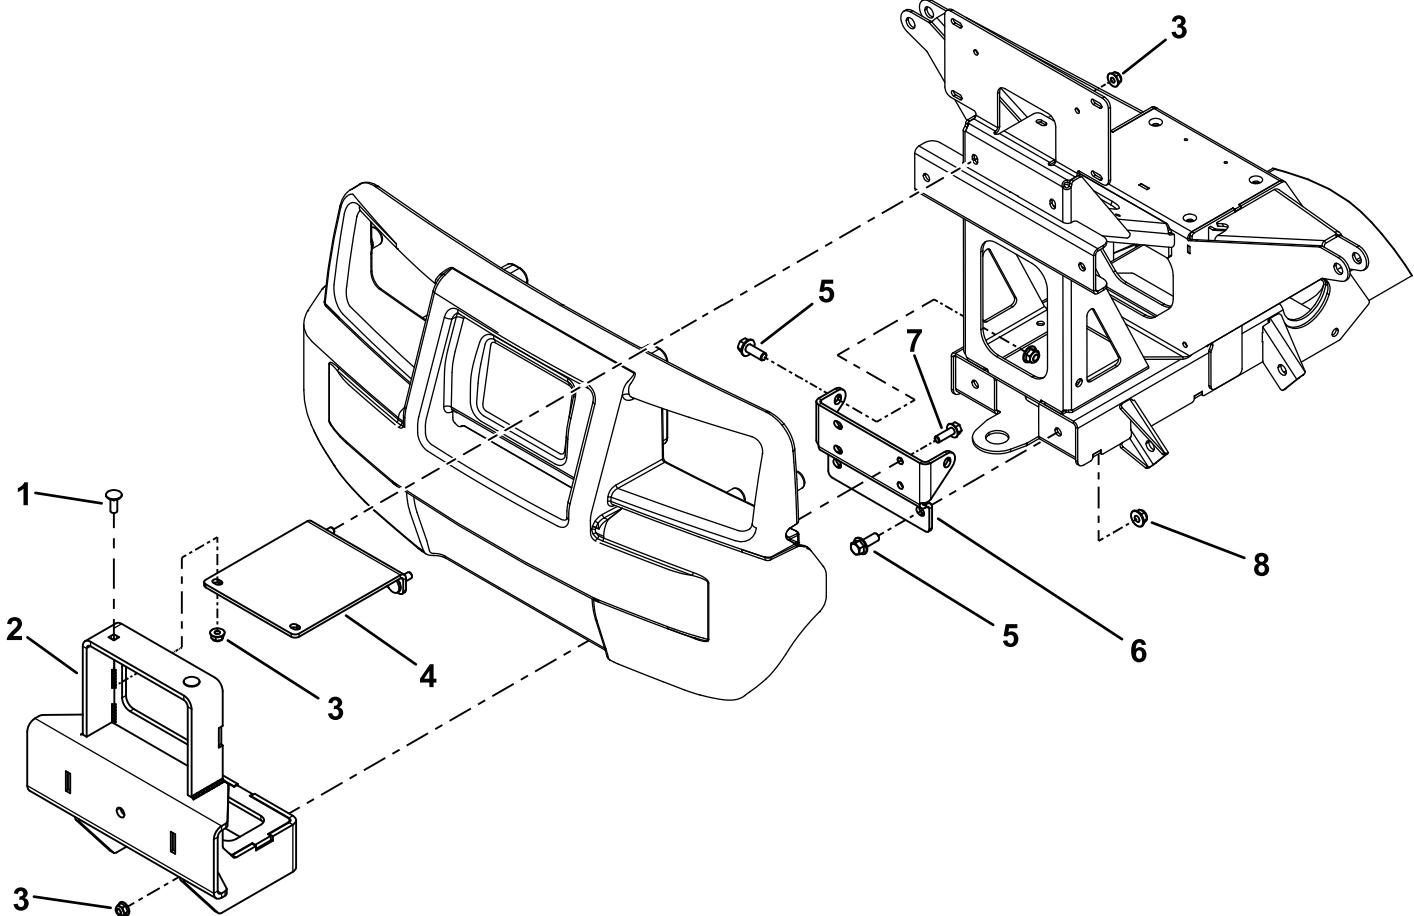

Figura 1
2. Instale o suporte de montagem de proteção de escova curta na estrutura da unidade de tração com quatro parafusos flangeados de cabeça sextavada (3/8 x 1 pol.) e quatro porcas flangeadas (3/8 pol.) como se mostra na Figura 1.
tração (através do para-choques) com duas porcas flangeadas (5/16 pol.) como se mostra na Figura 1.
5. Instale, sem apertar, a montagem do apanha bolas no suporte de montagem de proteção de escova curta com dois parafusos de carroçaria (5/16 x 7/8 pol.) e duas porcas flangeadas (5/16 pol.) como se mostra na Figura 1.
6. Instale, sem apertar, a montagem do apanha bolas no suporte de montagem de proteção de escova inferior com quatro parafusos flangeados de cabeça sextavada (5/16 x 1 pol.) e quatro porcas flangeadas (5/16 pol.) como se mostra na Figura 1.